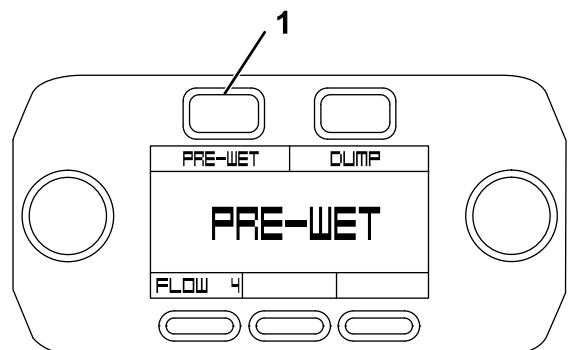

Bild 48
3. Betätigen auf dem Bildschirm „Pre-Wet“ [Vorbenetzen] die Taste „Pre-Wet“ [Vorbenetzen] (Bild 48).